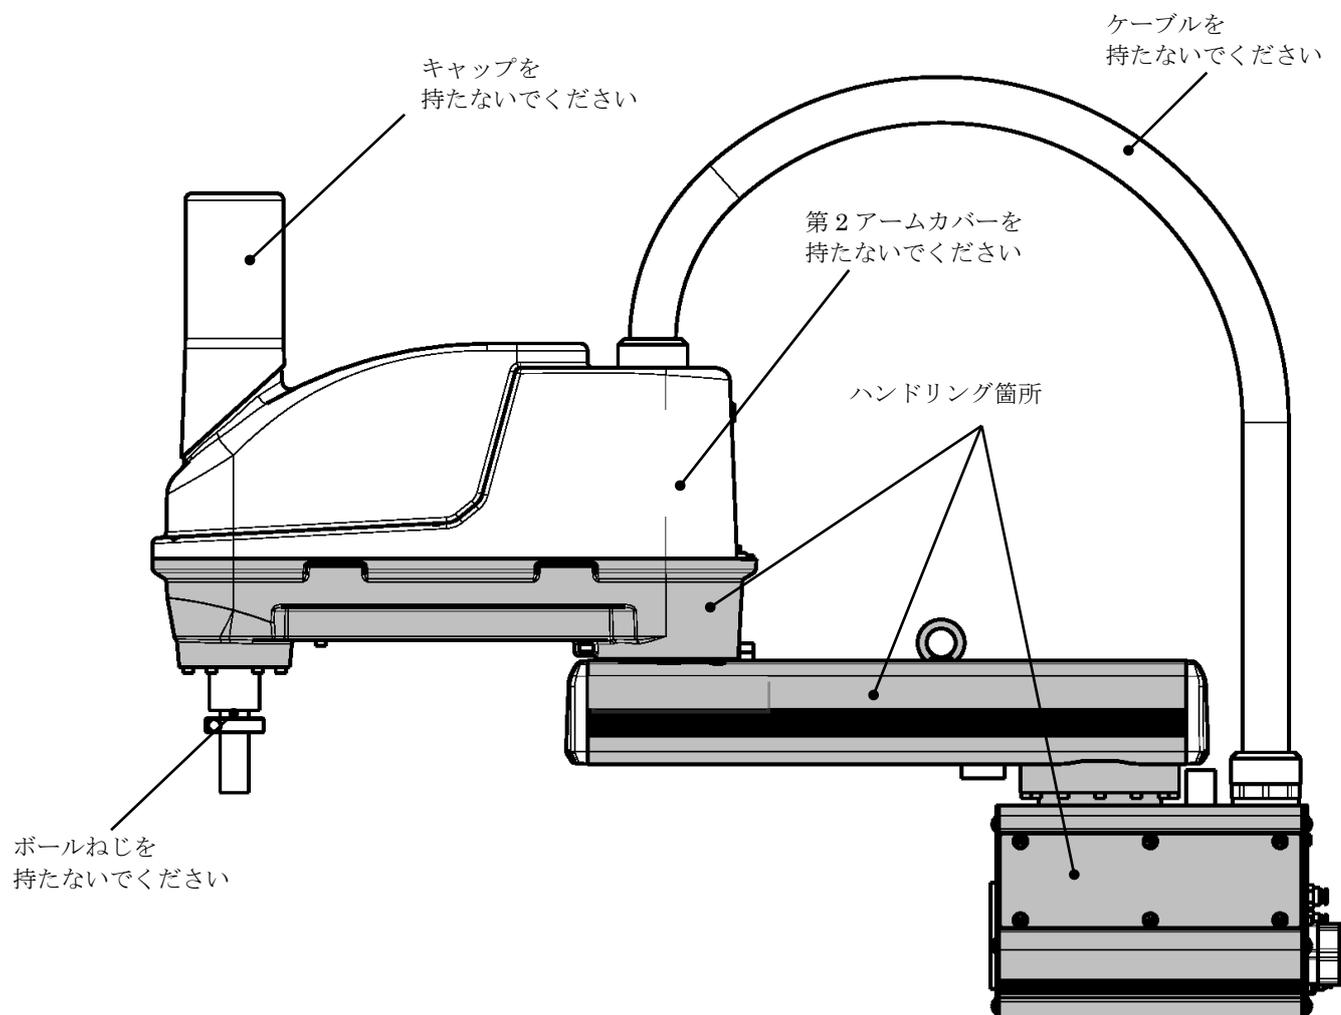

図 2.6 ロボットハンドリング禁止箇所
- ロボットを人手により持ち上げる際は、図 2.6 に示す灰色部分に手をかけてください。ボールネジスプラインシャフトを持つと過大な力がかかり故障の原因となります。